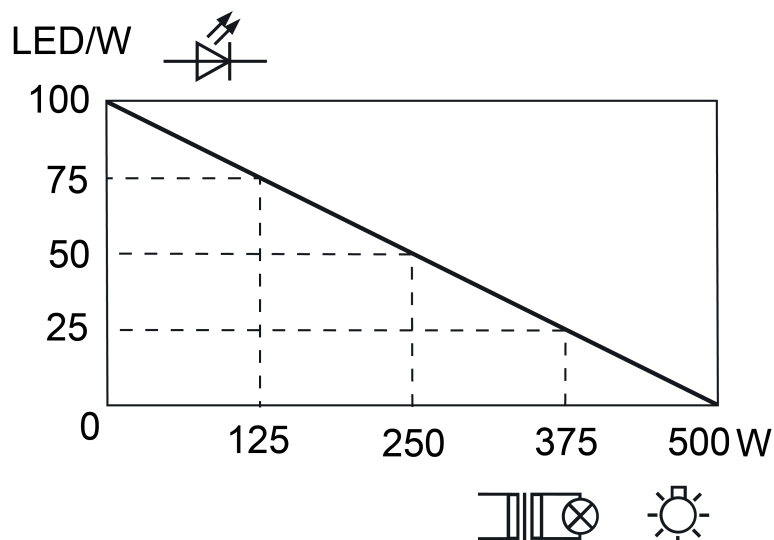

Figure 4
- i** Fonctionnement combiné de lampes à LED ou de lampes à fluorescence compactes possible avec d'autres charges admissibles. Respecter la courbe de charge (figure 4).